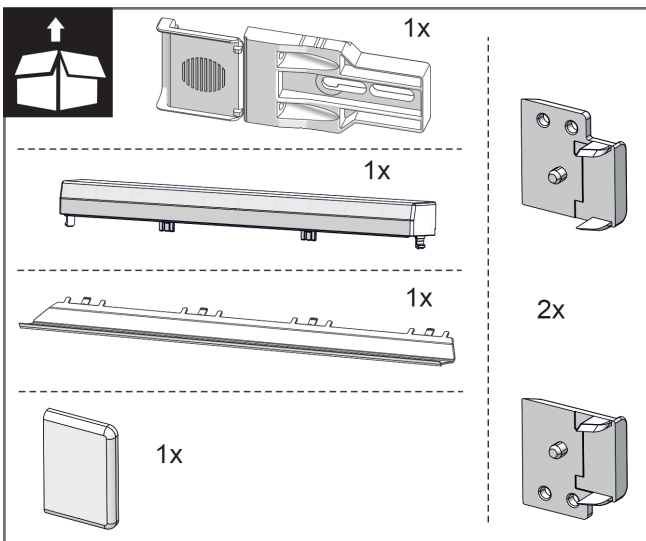
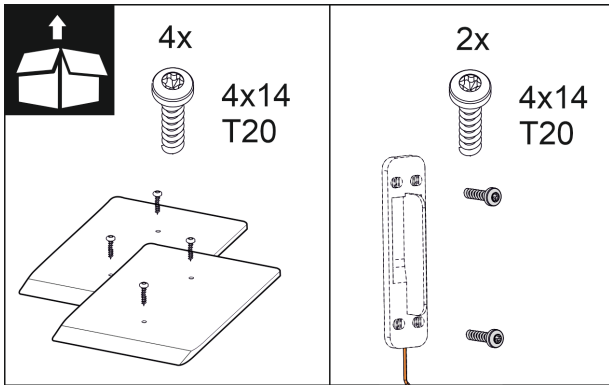

Fig. 10
Fig. 16
2. Skontrolujte montážne diely v príslušenstve. Fig. 10 () až Fig. 16 ()
Montážne diely v príslušenstve Fig. 10 () až Fig. 16 ()